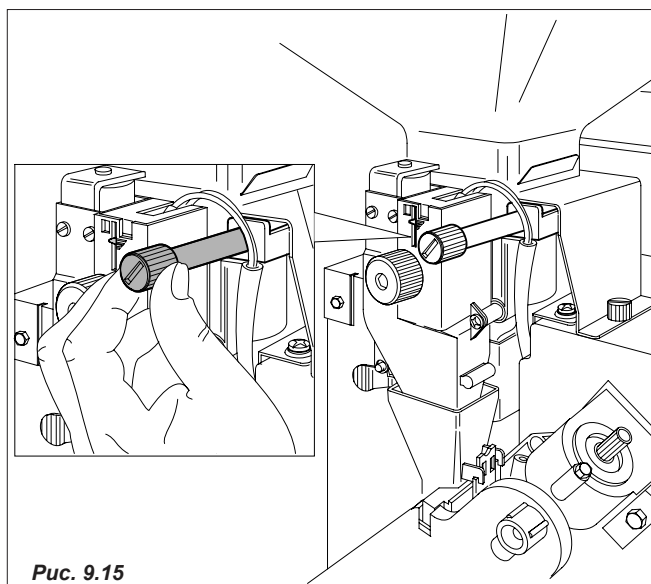

Рис. 9.15
- *Вес молотого кофе в граммах:* изменяйте количество с помощью регулировочной ручки, расположенной на измерительном устройстве (Рис.9.15).
Изменение количества продукта можно регулировать с помощью контрольных делений на корпусе измерительного блока (смотрите Рис. 9.15)